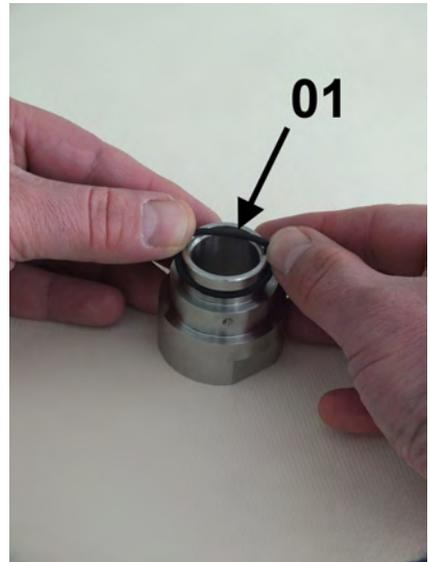
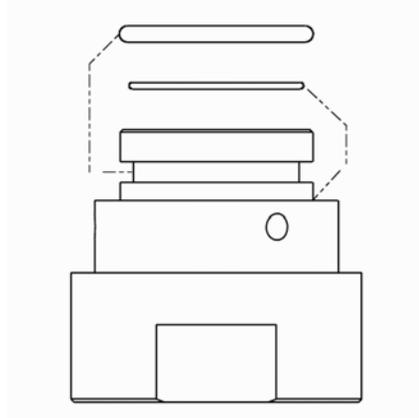

Abb. 39: O-Ring (Dichtung)
Abb. 41: Position der O-Ringe
1. ➤ O-Ring (Dichtung) vorsichtig auf die Verschraubung aufziehen (Abb. 39/01), so dass er im oberen O-Ringsitz der Verschraubung sitzt (Abb. 41). Dabei darauf achten, dass der O-Ring nicht überdehnt wird
- 2.** ➤ O-Ring (Glaspuffer) vorsichtig auf die Verschraubung aufziehen (Abb. 40/01), so dass er im unteren O-Ringsitz der Verschraubung sitzt (Abb. 41). Dabei darauf achten, dass der O-Ring nicht überdehnt wird